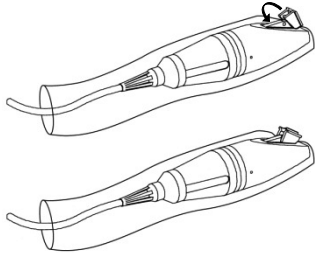

図 3
- 3) ニードルガイドの開大部の端を、ニードルガイドフックに確実にはめ込む (図 3)。